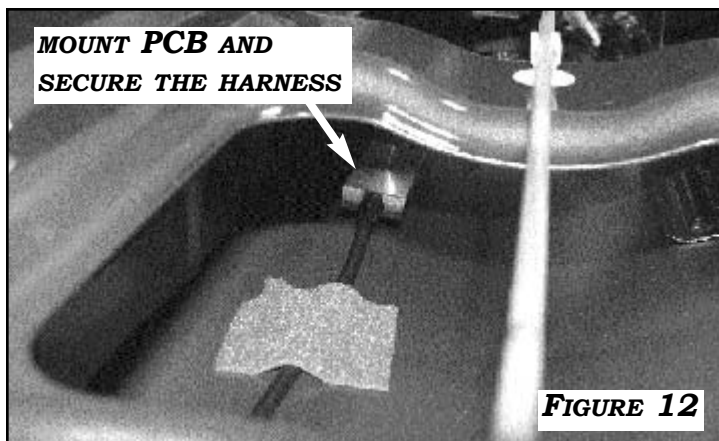

FIGURE 12
3. ROUTE THE CAMERA HARNESS TOWARD THE DRIVER SIDE OF THE TAILGATE. MOUNT THE PCB TO THE INSIDE OF THE TAILGATE USING THE DOUBLE-SIDED TAPE. SECURE THE HARNESS TO THE TAILGATE WITH FOAM TAPE. **FIGURE 12**